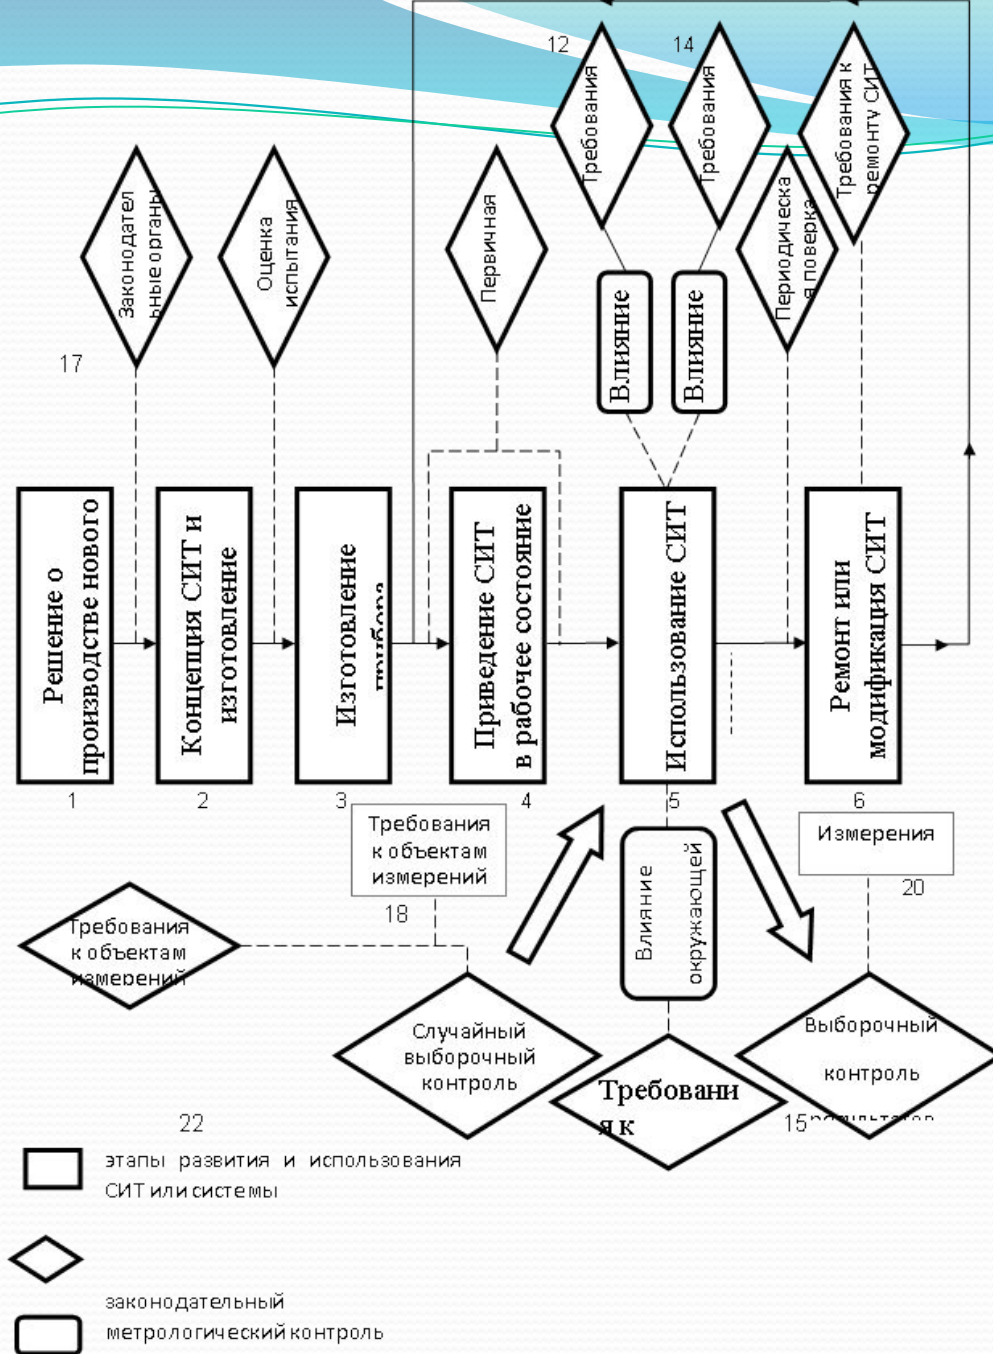

Рис. 1. Характеристика общей схемы метрологического контроля СИТ и систем измерения
- На рис. 1 представлены основные этапы изготовления и эксплуатации СИТ и систем измерения.